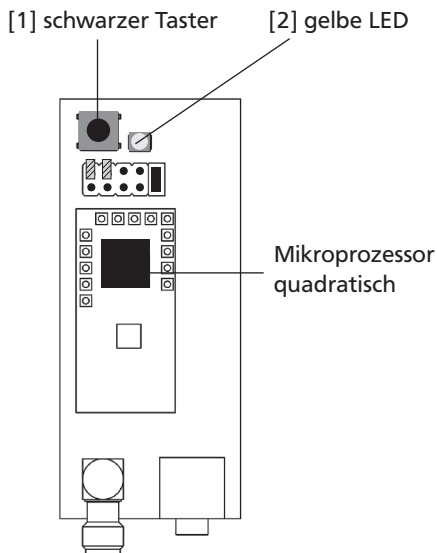

Abb. 6: Platine Version 2 - Mikroprozessor quadratisch, Befestigungsbeine rundum.
– Platine mit quadratischem Mikroprozessor (Abb. 6):